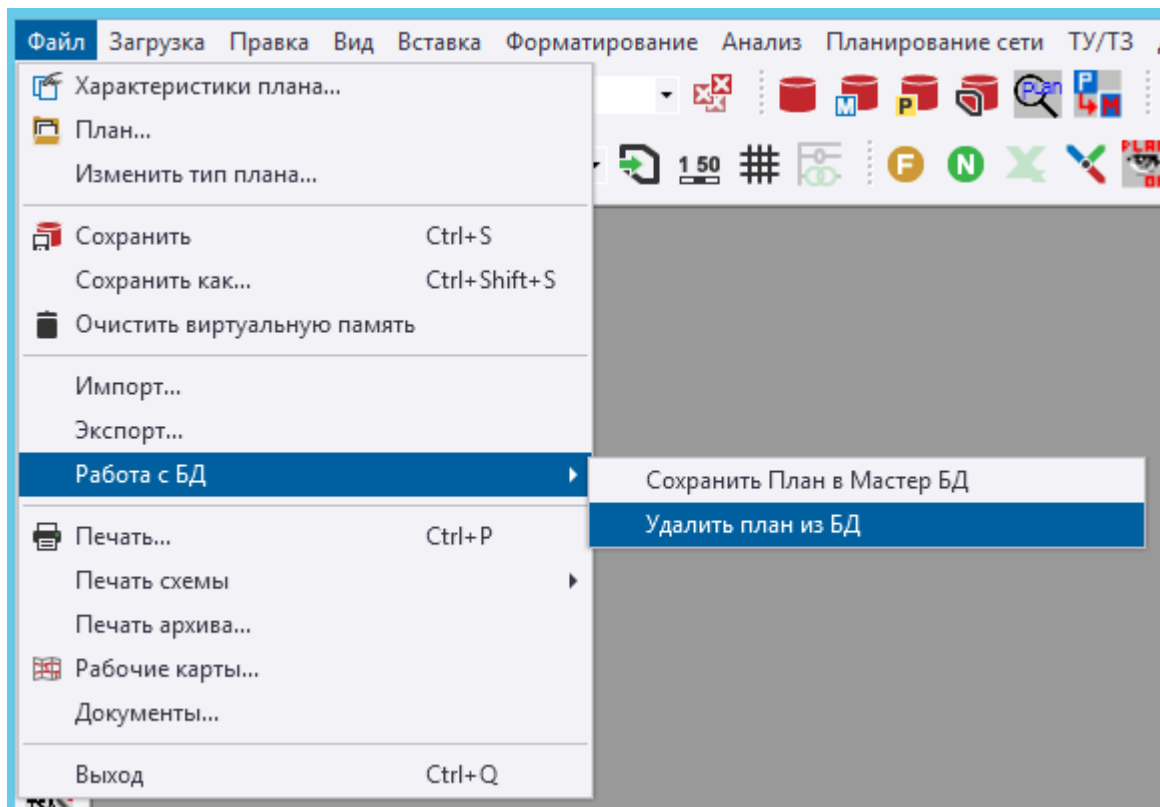

Рисунок 15 – Кнопка «Удалить план из БД»
– пустой план удаляется через меню «Файл» / «Работа с БД» / «Удалить план из БД» (рис. 15).